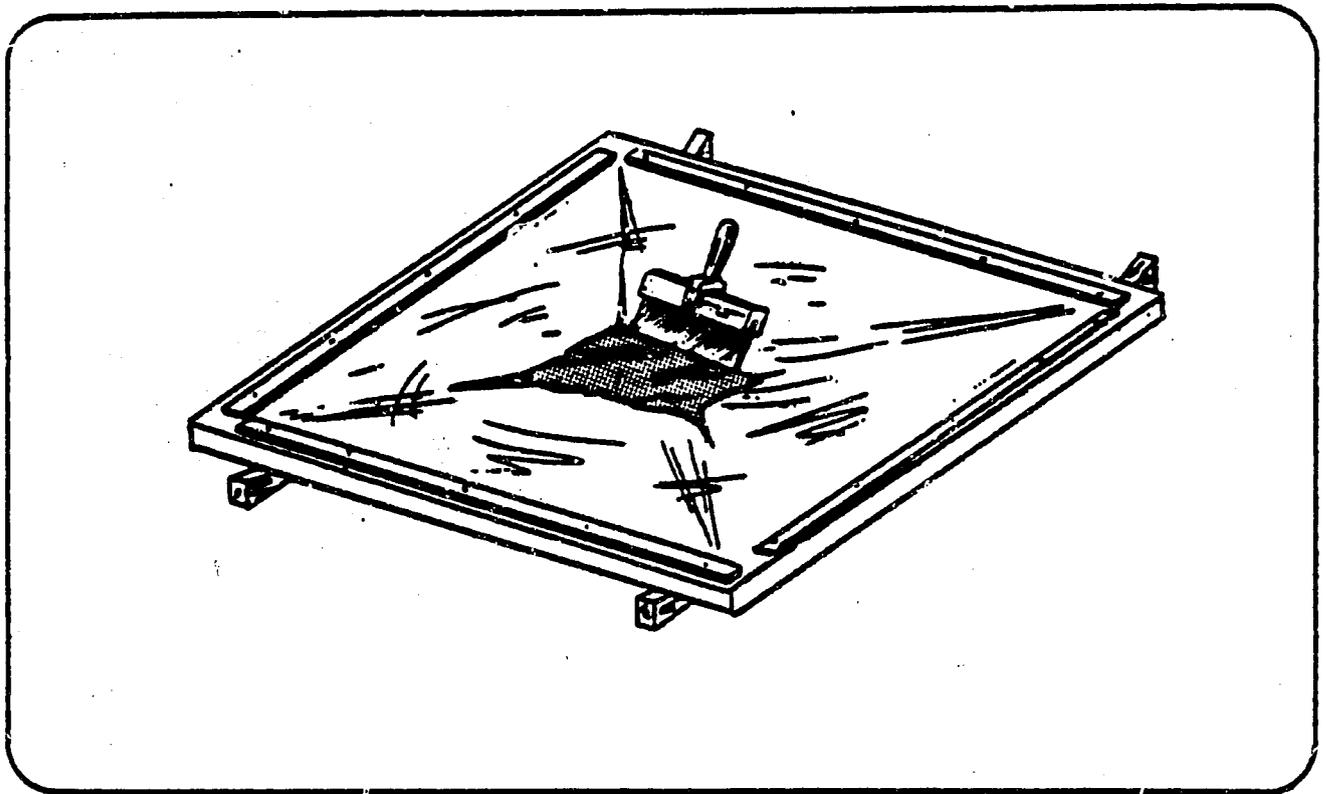

FIGURE 3a
- e) Appliquez le mylar au masonite avec un racloir sec et dur, en travaillant à partir du centre (voir fig. 3a), en faisant de petits coups fermes. Essayez de garder le mylar presque tendu entre les endroits collés et le cadre afin que le mylar ne touche pas le masonite jusqu'à ce que les coups du racloir le tirent